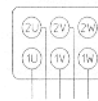

Bild 4
• mit Polumschalter / with pole changing switch -> Bild 4